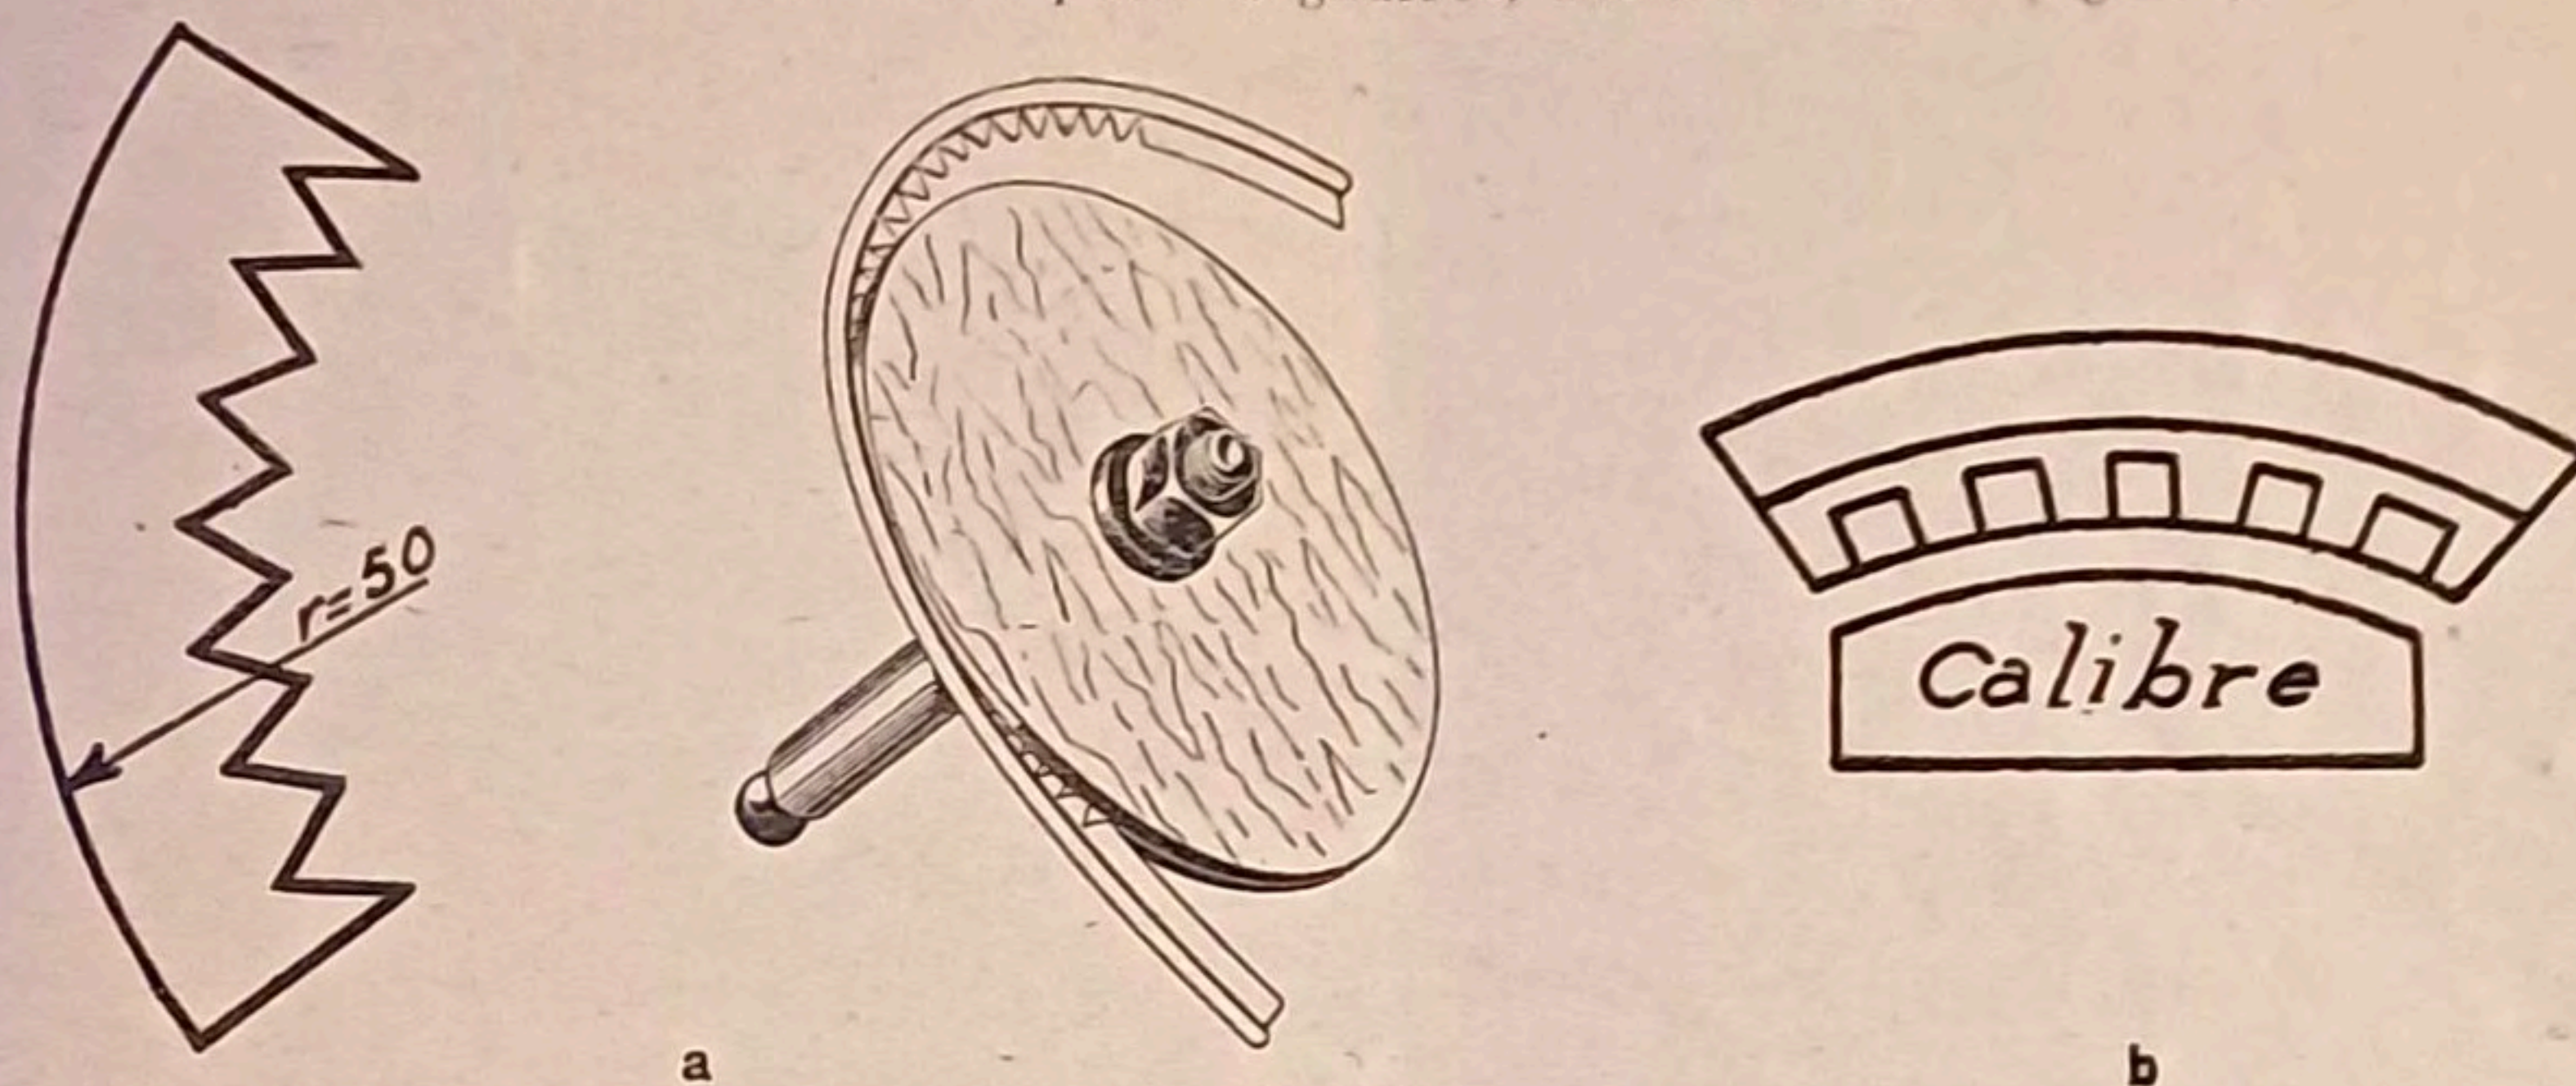

FIG. 20
b) Par gaufrage à l'aide de la pince à gaufrer, suivant calibre (fig. 20).